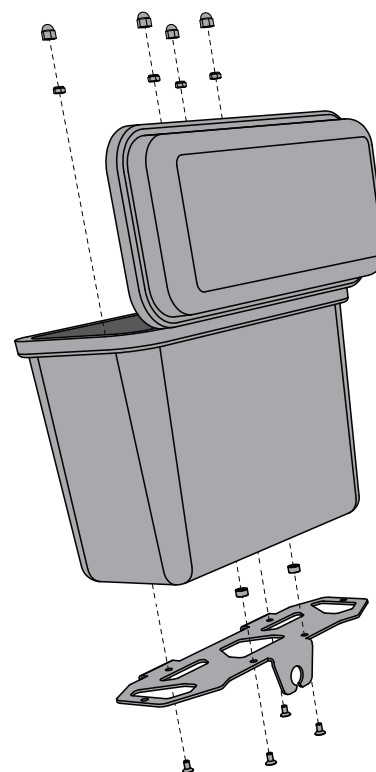

Figura 11. Installazione del supporto di sgancio rapido alla borsa
2. Installare un supporto di montaggio rapido su ciascuna borsa impermeabile utilizzando quattro viti di fissaggio da 20 mm, due distanziatori (tra il supporto e la borsa) e quattro dadi Nyloc, come mostrato in **Figura 11**. Serrare le viti di fissaggio a **11,0 N-m (8,1 ft-lbf)**.